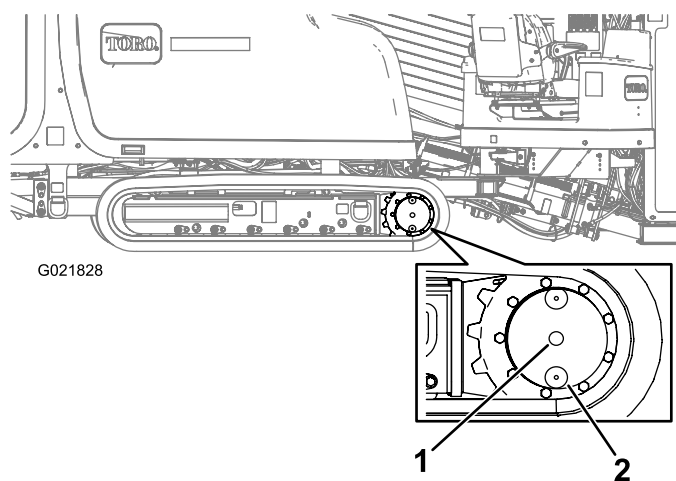

Figura 100
2. Limpie la zona alrededor del tapón de llenado con un disolvente (Figura 100).
2. Limpie la zona alrededor del tapón de nivel de aceite (Figura 100).
3. Gire la transmisión planetaria hasta que el tapón de vaciado esté directamente debajo del tapón de nivel de aceite (Figura 100).
3. Retire el tapón de nivel de aceite (Figura 100).